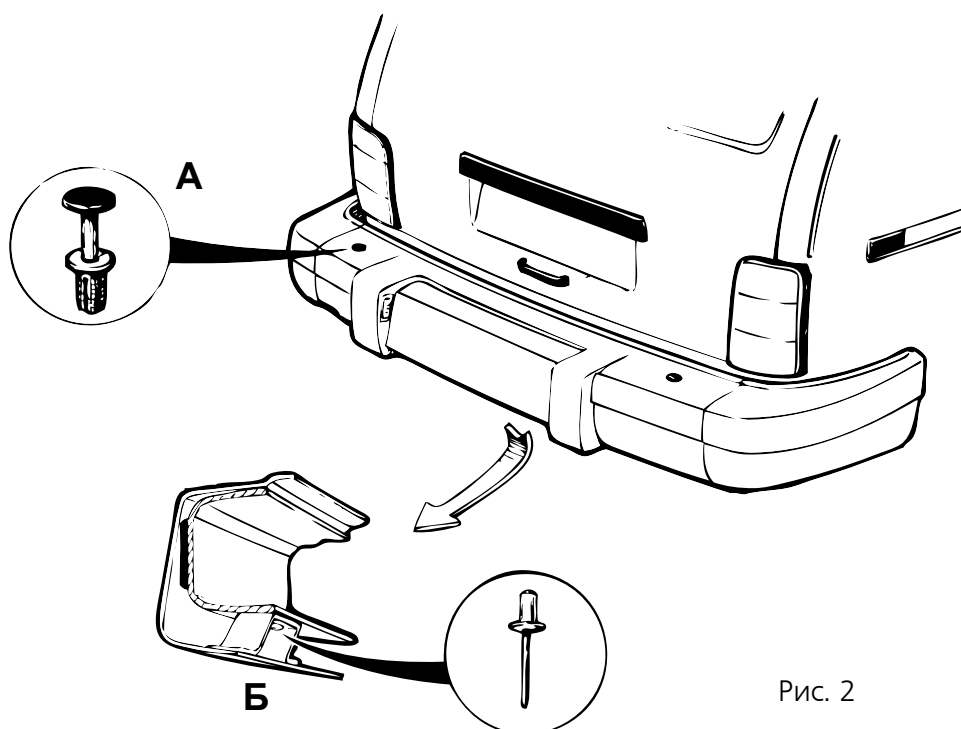

Рис. 2
- 3.2. Установить накладку бампера F-02 на балку серийного бампера до упора в резиновую профильную накладку. (Рис. 2).
- 3.9. Просверлить по разметке сквозные совместные отверстия в верхней полке бампера  $\varnothing$  9,5 мм и закрепить держателями обивки с фиксаторами. (Рис. 2, зона А).
- 3.10. Просверлить совместные отверстия  $\varnothing$  4,3 мм во внутренних нижних кронштейнах наклейки и нижней полке балки бампера и закрепить отрывными заклепками. (Рис. 2, зона Б).